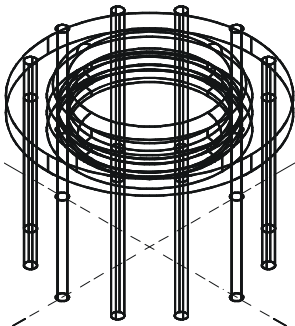

图 9-3-11
STEP 02 然后用 3DARRAY 命令对其进行环形阵列，效果如图 9-3-11 所示，具体操作如下：